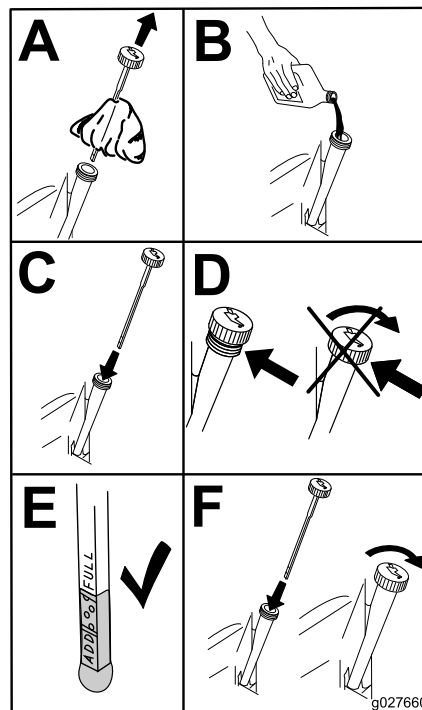

Figura 41
4. Versate lentamente circa l'80% dell'olio indicato nel tubo di rifornimento e sempre con cautela rabboccate l'olio necessario per portarlo alla tacca di **Full (pieno)** (Figura 41).